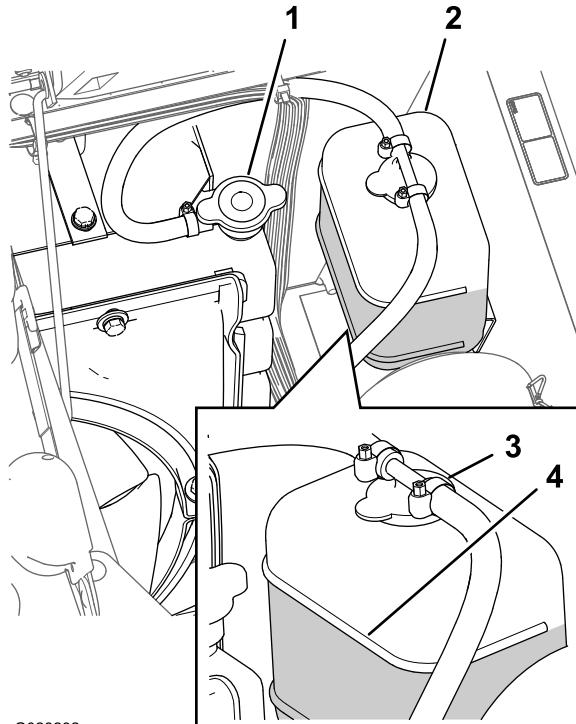

Figure 90
3. Retirez le bouchon du radiateur et le bouchon du vase d'expansion avec précaution (Figure 90).
- Remarque:** Le radiateur doit être rempli jusqu'en haut du goulot de remplissage et le vase d'expansion jusqu'au repère maximum (Figure 90).
- Si le niveau de liquide de refroidissement est trop bas, enlevez le bouchon du vase d'expansion et le bouchon du radiateur. Remplissez le vase d'expansion jusqu'au repère maximum, et le radiateur jusqu'en haut du goulot de remplissage (Figure 90).
- Remettez en place les bouchons du radiateur et du vase d'expansion (Figure 90).
- Attendez que le moteur soit froid, puis retirez le bouchon du radiateur (Figure 90).
- Retirez le bouchon de radiateur (Figure 90).
- Démarrez le moteur en ayant desserré légèrement le bouchon sur le radiateur (Figure 90).
- Une fois le liquide de refroidissement chaud, faites l'appoint jusqu'à la surface d'étanchéité du bouchon et serrez ce dernier (Figure 90).
- Ouvrez le bouchon du vase d'expansion et versez du liquide de refroidissement jusqu'au niveau à froid (Figure 90).